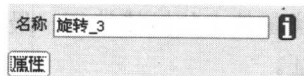

图 1-4 【属性】菜单的上滑面板
- ❖ **【属性】菜单：**单击该菜单将弹出如图 1-4 所示的上滑面板。在**【名称】**文本框中可以直接输入旋转特征的自定义名称以替换系统自动生成的名称。单击**【i】**按钮，则将在 Pro/E 浏览器中打开此特征的有关信息。